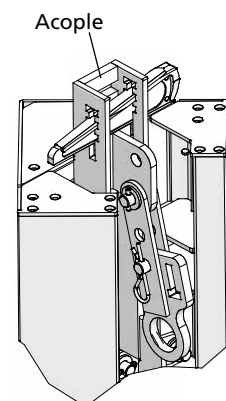

Fig. 32.6 C - Posición durante el vaciado
1. La cuña integrada en el esquinero desencofrante se inserta en el acople de la esquina para fijarlo (Fig. 32.6 C).
8. Se vuelve a insertar la cuña imperdible (Fig. 32.6 C).